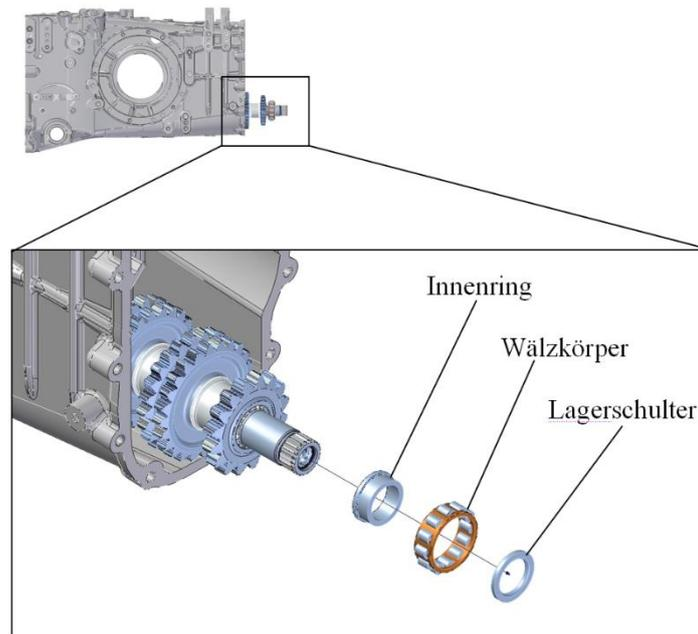

Bild 15
- Bei der Montage des hinteren Layshaft-Lagers (Pos.: 5) auf die richtige Reihenfolge der Teile achten (siehe Bild 15.)
- Bei der Montage des hinteren Layshaft-Lagers (Pos.: 5) auf die richtige Reihenfolge der Teile achten (siehe Bild 15).
- Den Sicherungsring (Pos.:1, Kapitel 5.21) entfernen und den Deckel (Pos.:13, Kapitel 5.21) abnehmen (siehe Bild 15).